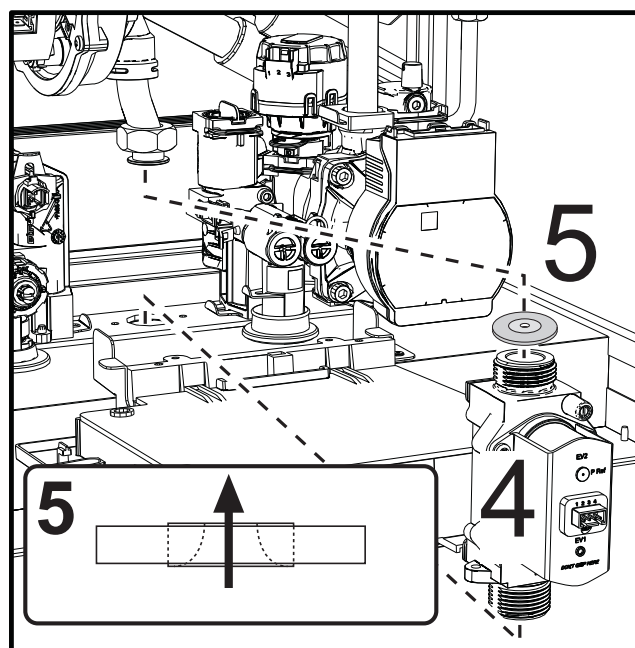

fig. 58
- Verwijder de gasklep "4" en het gasdiafragma "5" (fig. 58).